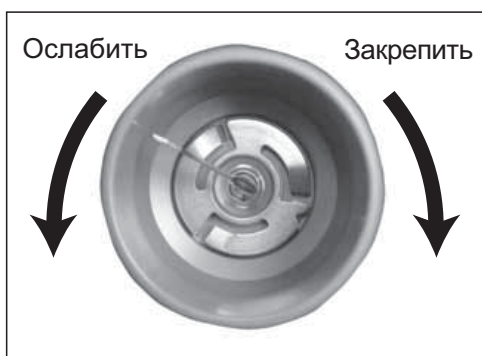
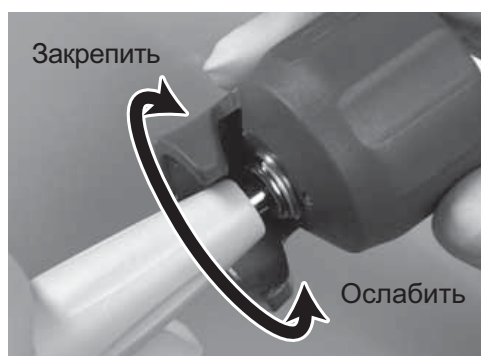

Рис.21
Рис.22
- 3) Поверните ключ в направлении «закрепить», как показано на Рис.21 и Рис.22, до щелчка.
Для извлечения насадки поверните ключ в направлении «ослабить», как показано на Рис.21 и Рис.22.